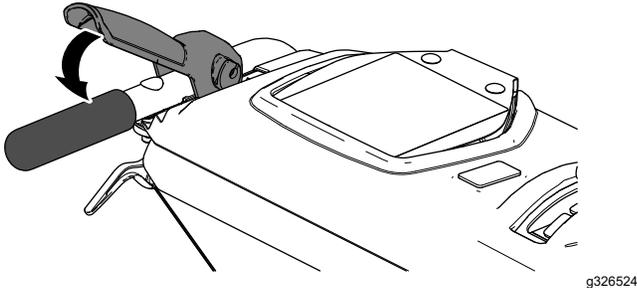

Figura 14
- Apriete lentamente la palanca de tracción (izquierda) hacia la empuñadura izquierda (Figura 14).